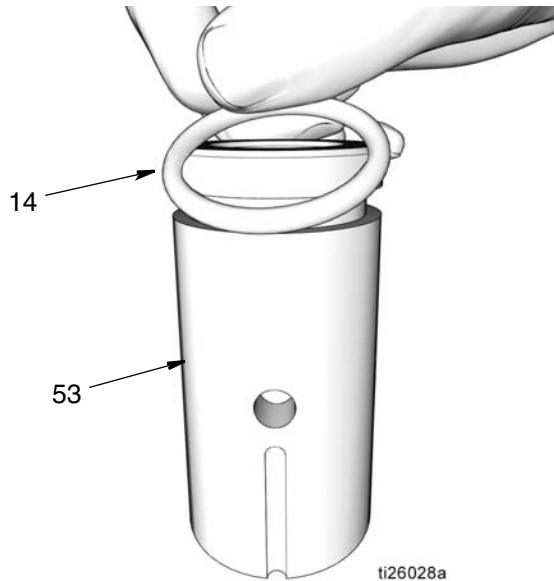

图 41
5. 泵元件衬套 (53)
- a. 使用干净的布向下擦拭泵元件衬套 (53)，除去任何脏污或污染物。检查表面有无擦伤或损坏。
- b. 在 O 形圈 (14) 上抹上薄薄一层滑脂。围绕泵元件衬套 (d) (图 41) 安装 O 形圈。